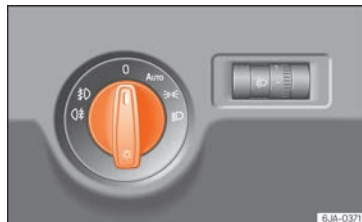

Fig. 129 Cuadro de instrumentos: mando de las luces.
La ubicación de mandos de control de los coches **con dirección a la derecha** difiere parcialmente de la ubicación mostrada aquí »» **fig. 129** »» **pág. 130**. Sin embargo, los símbolos que indican las respectivas posiciones de los mandos siguen siendo iguales.
– Gire el mando de las luces »»» **fig. 129** hasta la posición .
– Gire el mando de las luces »»» **fig. 129** hasta la posición 0.
»» **fig. 129.** Se desactiva automáticamente al conectar la luz de población.